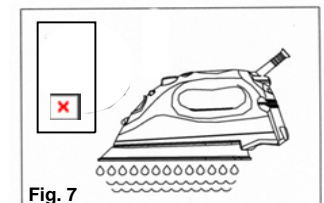

Fig. 7
5. Gire el control de vapor variable totalmente hacia la derecha a la configuración de auto-limpieza y mantenga la plancha en posición horizontal sobre el fregadero. (Fig. 7)